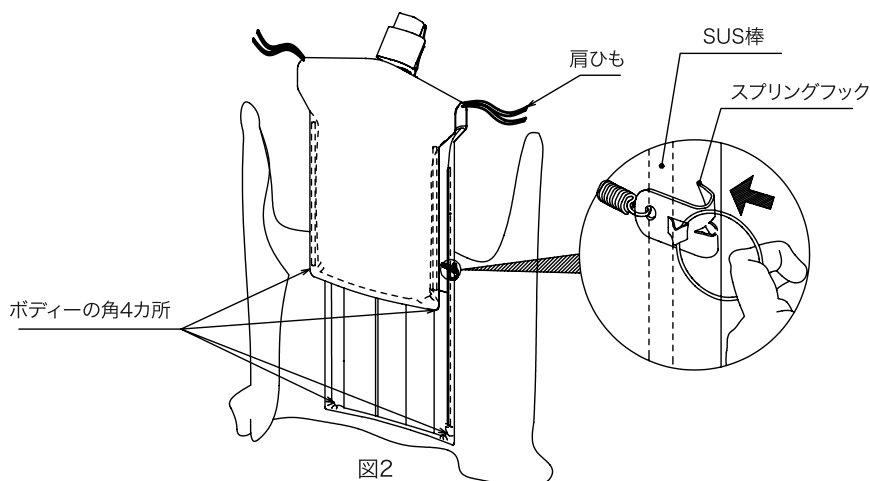

図2
6. 脇内側にあるスプリングフックを前後に入っているSUS棒にそれぞれ引っ掛けて下さい。(図2)